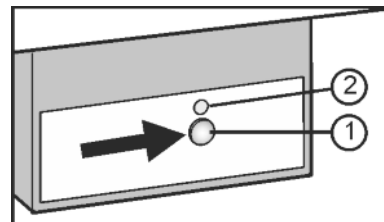

Fig. 9
► Taste On/Off Fig. 9 (1) drücken, so dass die LED Fig. 9 (2) leuchtet.